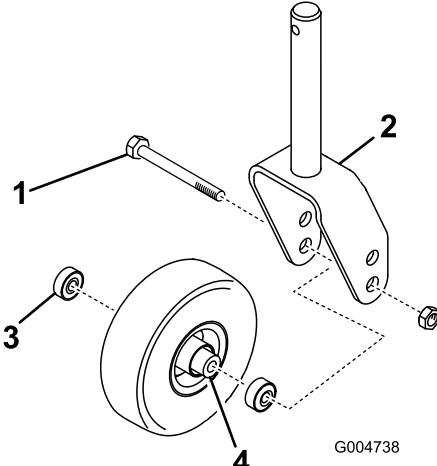

Figura 97
1. Retire la contratuerca del perno que sujeta el ensamble de la rueda giratoria entre la horquilla (Figura 97) o el brazo de pivote. Sujete la rueda giratoria y retire el perno de la horquilla o del brazo de pivote.
2. Retire el cojinete de la rueda y deje que se caiga el suplemento del cojinete (Figura 97). Retire el cojinete del otro lado de la rueda.